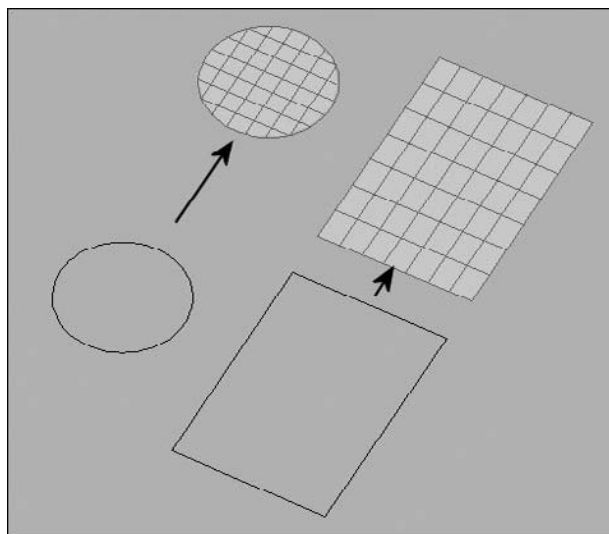

Fig.19.2
- 4 Appuyez sur Entrée (fig.19.2).